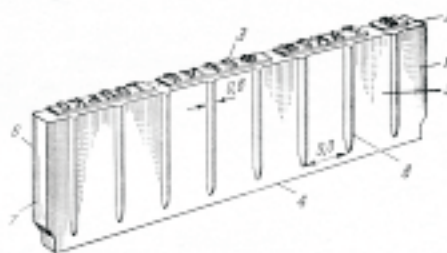

Рис. 62. Линотипная строка
**Линотипная строка** (рис. 62) представляет собой металлическую пластину с рельефным зеркальным изображением текста или элементов украшения (заставок, концовок, линеек) на верхнем ребре. Строка, как и литера, имеет ножку 1, головку 2, очко 3, основание 4, переднюю 5, заднюю 6 и боковые стенки 7, заплечики и апроши. На передней стенке строки имеются небольшие выступы — ребра 8, облегчающие обработку отливой строки в машине до точного кегля.